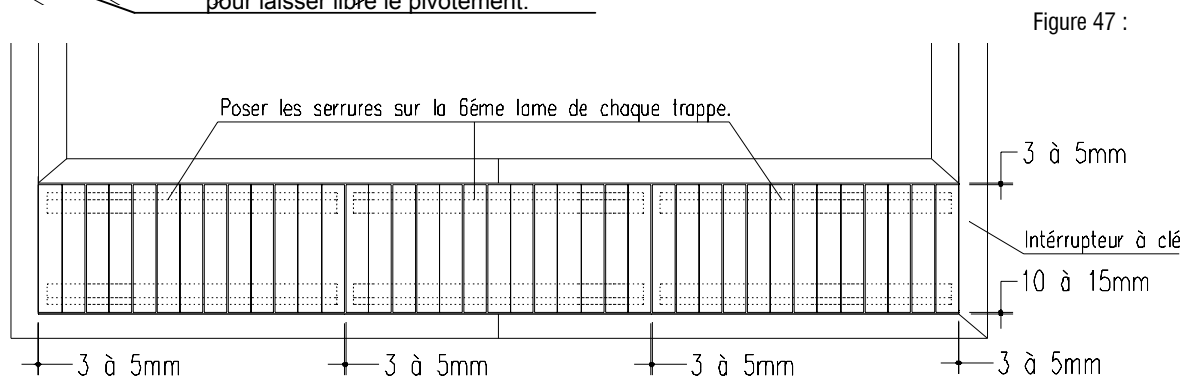

Figure 47 :
c) Raccorder le câblage électrique du coffret de gestion à l'enrouleur (se référer au schéma fourni dans le coffret). Utiliser les vis inox 3,4/40 pour fixer le coffret contre la paroi. Raccorder par un câble électrique 3 fils (non fourni) l'interrupteur à clé aux 3 bornes. Cette commande supplémentaire de l'enrouleur peut être placée sous la margelle (fig.47) : **ne jamais laisser les clés à porter des enfants.**
c) Poser les 3 trappes couvrant le local et répartir les jeux entre elles. (voir fig. 47)